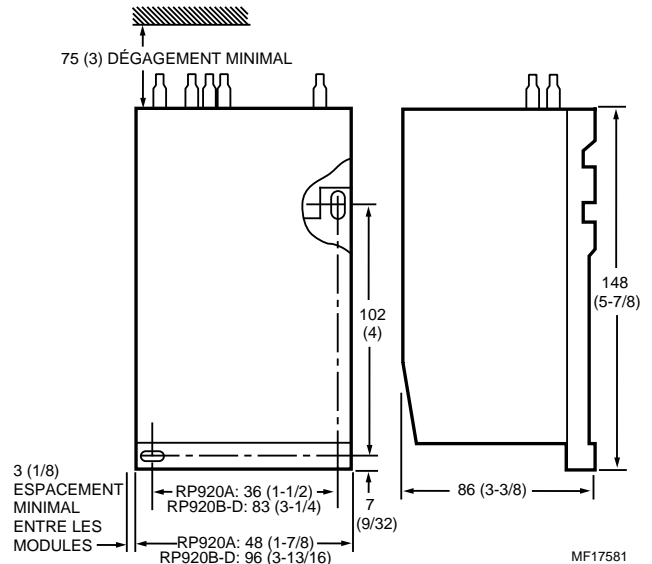

Fig. 1. Encombrement du RP920 en mm (po).
1. À l'aide du régulateur comme gabarit ou après avoir consulté l'encombrement à la Fig. 1, marquer et percer deux ouvertures de montage pouvant recevoir des attaches n° 8.